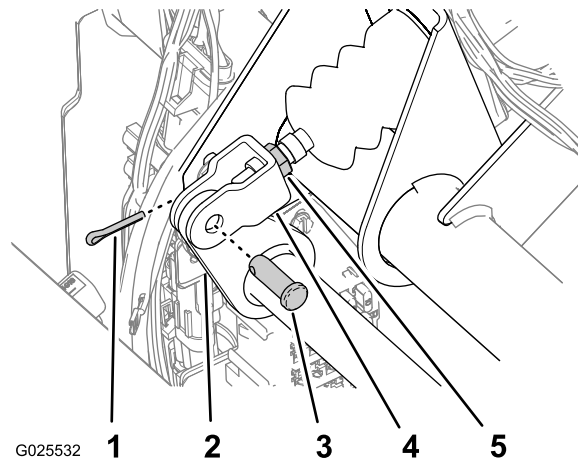

Bild 81
2. Nehmen Sie den Splint und Lastösenbolzen ab, mit denen das Hauptzylinderjoch am Bremspedalgelenk befestigt ist (**Bild 81**).
4. Lösen Sie die Sicherungsmuttern, mit denen das Joch an der Hauptzylinderwelle befestigt ist (**Bild 81**).
5. Stellen Sie das Joch ein, bis die Löcher mit dem Loch im Bremspedalgelenk ausgefluchtet sind (**Bild 81**).
6. Befestigen Sie das Joch mit dem Lastösenbolzen und Splint am Pedalgelenk (**Bild 81**).
- Ziehen Sie die Klemmmutter an, mit der das Joch an der Hauptzylinderwelle befestigt ist (Bild 81).